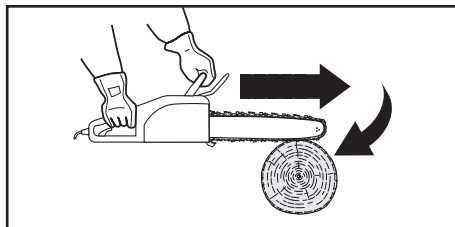

Fig. 24
1. Um contacto da corrente (8) com a madeira ao longo da parte inferior da guia (9) pode resultar num movimento para a frente na direção oposta ao utilizador (Fig. 24).